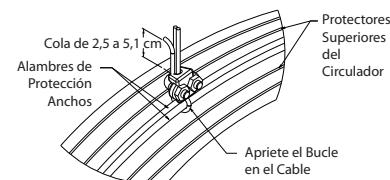

Figura 8 — Detalle de Abrazadera de Cables
8. Conecte el cable de sostén de seguridad secundario cuyo propósito es proporcionar protección adicional en el caso de que se produzca una falla de otras piezas metálicas de montaje y soportes. Para garantizar que se realice la instalación correcta del cable de sostén de seguridad secundario, lea detenidamente y siga todos los pasos que comienzan en la página 3, Figura 8.
8. Conecte el cable de sostén de seguridad secundario cuyo propósito es proporcionar protección adicional en el caso de que se produzca una falla de otras piezas metálicas de montaje y soportes. Para garantizar que se realice la instalación correcta del cable de sostén de seguridad secundario, lea detenidamente y siga todos los pasos que comienzan con Figura 8.
12. Conecte el cable de sostén de seguridad secundario cuyo propósito es proporcionar protección adicional en el caso de que se produzca una falla de otras piezas metálicas de montaje y soportes. Para garantizar que se realice la instalación correcta del cable de sostén de seguridad secundario, lea detenidamente y siga todos los pasos que comienzan con Figura 8.
1. Con un extremo del cable, rodee los alambres de mayor diámetro tanto del protector delantero como del protector trasero como se muestra en la Figura 8.